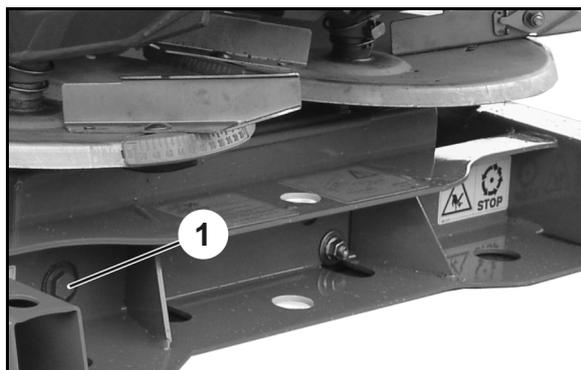

Fig. 92
3. Slacken the drain plug (Fig. 92/1).